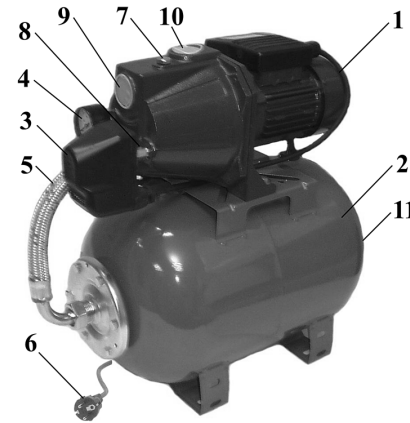

Рис. 2.
САВ состоит из следующих основных узлов (рис. 2): насоса с электродвигателем (1), гидроаккумулятора (2) и блока автоматики, состоящего из реле давления (3), манометра (4), соединительного шланга (5) и электрокабеля с вилкой (6). Насос имеет заливное (7) и сливное (8) отверстия, входное отверстие (9) и выходное отверстие (10). Гидроаккумулятор имеет мембрану и пневмоклапан (11) для регулировки необходимого давления воздуха. САВ всех моделей оснащены термовыключателями, защищающими электродвигатели от перегрева.